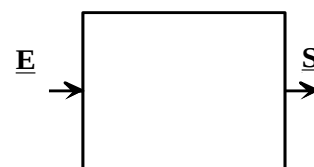

Fig.4
- Compléter alors le schéma bloc de la figure 4